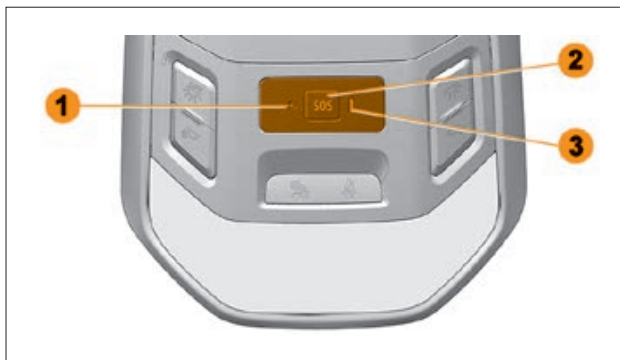

Рис. 2.8.1. Блок интерфейса пользователя СВЭОС (в варианном исполнении)
**В варианном исполнении** на Ваш автомобиль устанавливается система вызова экстренных оперативных служб (далее СВЭОС), предназначенная для автоматического (при ДТП) и ручного вызова оператора системы «ЭРА-ГЛОНАСС». Управление СВЭОС осуществляется через блок интерфейса пользователя (БИП) рядом с плафонами освещения зон водителя и переднего пассажира (рис.2.8.1).